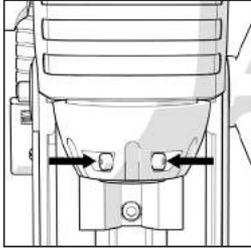
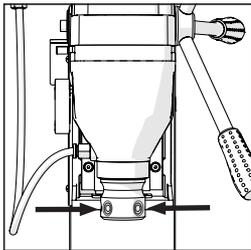

Fig. 8
Fig. 9
- Compruebe que los tornillos prisioneros de fijación del cortador, ubicados en el extremo del husillo, no sobresalen por el orificio de este. (EVOMAG42 - **Fig.8.**) (S28MAG - **Fig.9)**